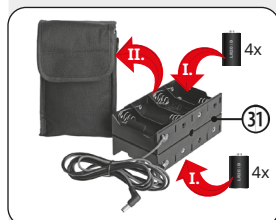

Fig. 16: Plaatsen van de batterijen in de batterijhouder
1. Plaats overeenkomstig de gegevens telkens 4 batterijen* van het type D/LR20 in elke zijde van de batterijhouder (31) (Fig. 16, I).
2. Plaats de batterijhouder (31) in de opbergtas (31 b) (Fig. 16, II).